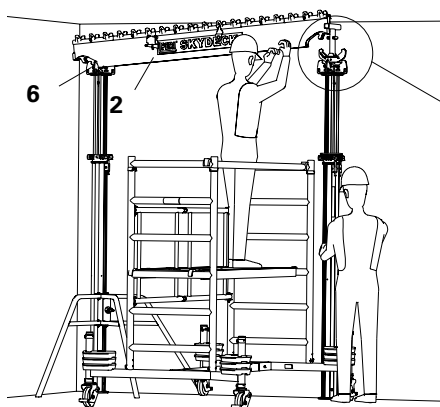
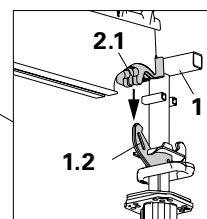

Fig. A4.01
Fig. A4.02a
2. Tenir en position à l'aide d'un trépied. Placer l'étais avec tête de décintrement (1). à une Distance du mur de 2,275 m.(Fig. A4.01)
4. Placer la poutrelle SLT 225 (2) sur le support de poutrelle de la Tête d'étais et la Tête de décintrement. La connexion de la poutrelle (2.1) doit être montée au milieu du support de poutre (1.2) sur la tête SKYDECK.
- (Fig. A4.02a / A4.02b / A4.02c)
5. Fixer la poutrelle SLT 225 (2) avec le garde-corps SWH-2 (8).
- (Fig. A4.02a / A4.02b / A4.02c /A4.04)